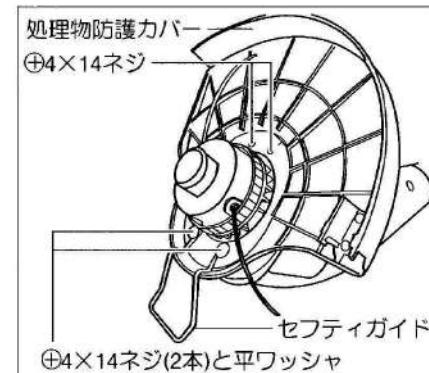

図4
- 処理物防護カバーの間隔の広いねじ穴にセフティガイドを合わせ、付属の4×14と平ワッシャで固定してください。(図4参照)